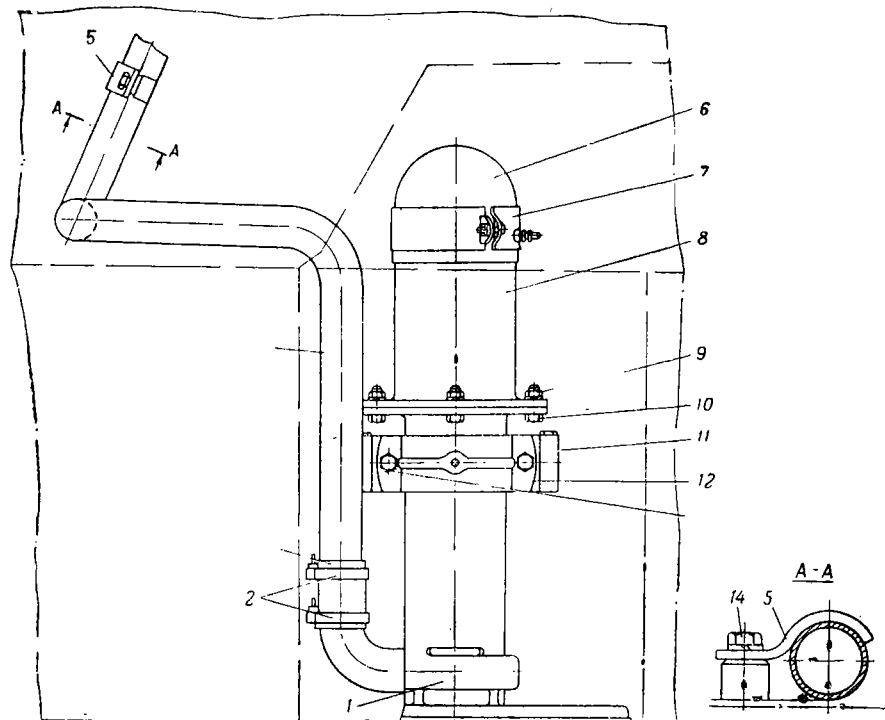

Рис. 81. Установка водооткачивающего насоса:
2. Вывернуть болт 14 (рис. 81) скобы 5 и снять скобу.
1. Установить защитный колпак 6 (рис. 81) на электродвигатель 8 и закрепить хомутом 7 и винтом.